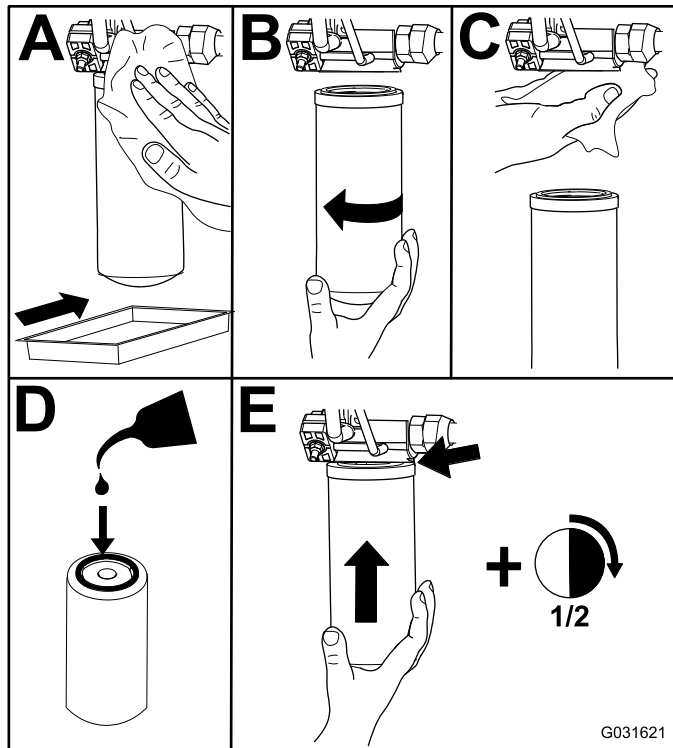

Figura 96
2. Sustituya el filtro hidráulico de carga en el compartimento de elevación hidráulico, tal y como se muestra en la Figura 96.
4. Sustituya el filtro de retorno a la derecha de la máquina (Figura 96).